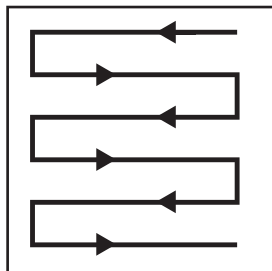

Fig. 15
5. Tondre en suivant des rangées qui se chevauchent légèrement. Le modèle le plus efficace pour tondre les pelouses est la ligne droite parallèle à l'une des bordures. Cela permet de tondre la pelouse en rangées régulières et garantit qu'aucun endroit de la pelouse n'a été oublié (Fig. 15).
8. Vider le bac de ramassage (15) régulièrement.